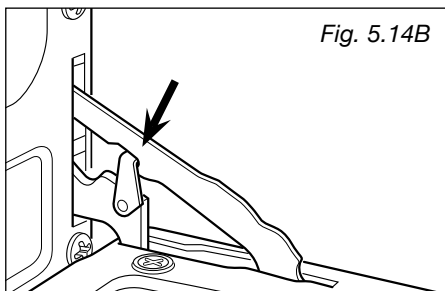

Fig. 5.14B
- Attachez les freins d'axe aux crochets sur les charnières gauche et droite (fig. 5.14B).